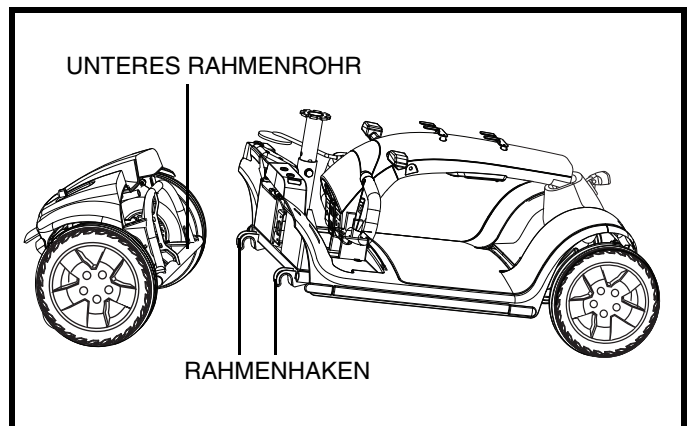

Abb. 23. Rahmen Trennung
4. Vorderrahmen hochheben bis sich der Vorderrahmen vom Rückrahmen lost (siehe Abb. 23).
5. Trennen Sie vorsichtig beide Teile (siehe Abb. 23).
1. Stellen Sie Vorder- und Rückrahmen ihres Elektromobils zusammen wie auf Abb. 23 angezeigt.
2. Benutzen Sie den Rahmenlösehebel um das Vorderteil hochzuheben und mit dem hinteren Teil gleichzustellen (siehe Abb. 23).